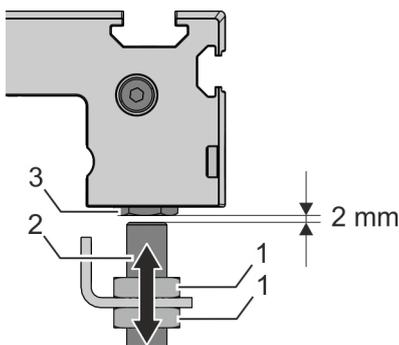

Abb. 40: Schaltabstand einstellen
4. Über die Sechskantmutter (Abb. 40/1) einen Schaltabstand von 2 mm zwischen induktivem Endschalter (Abb. 40/2) und Laufrollenbolzen (Abb. 40/3) einstellen.